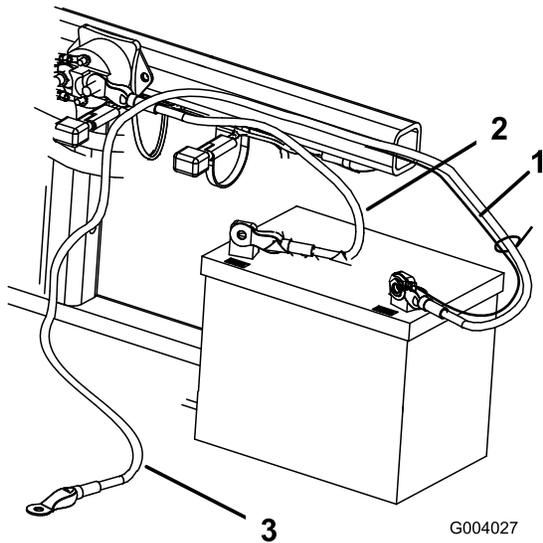

Figure 6
2. Fixez le câble positif (rouge) à la borne positive (+) avec un boulon ($\frac{1}{4}$ " x $\frac{5}{8}$ ") et un contre-écrou (Figure 6).
3. Fixez le petit câble noir et le câble négatif (noir) à la borne négative (-) de la batterie avec un boulon ($\frac{1}{4}$ " x $\frac{5}{8}$ ") et un contre-écrou ($\frac{1}{4}$ ") (Figure 6).